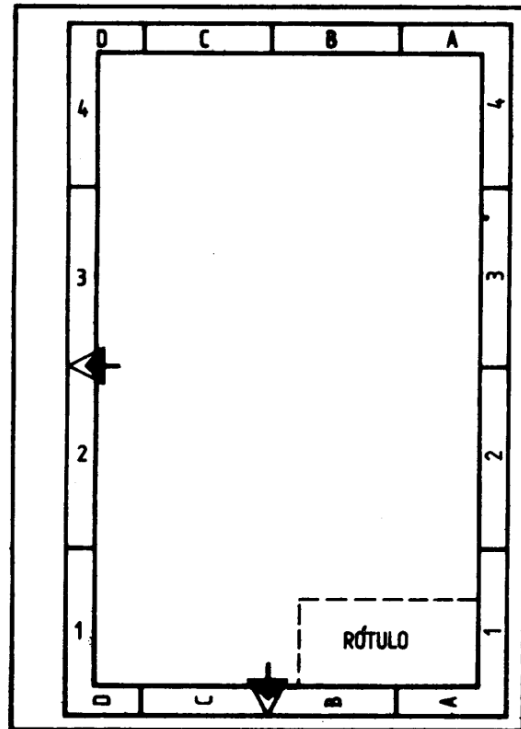

Figura 1
4.1 RÓTULO. El rótulo se ubicará en la parte inferior derecha del plano, de acuerdo con lo indicado en la figura 1.